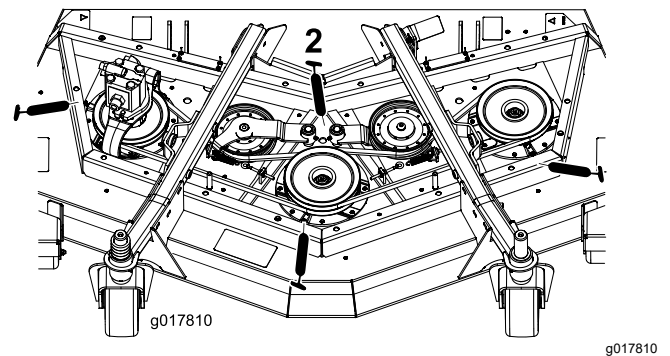

Figura 45
- Cojinetes de eje (3) (situados debajo de la polea) (Figura 45).
- Casquillos del pivote del brazo tensor (2) (Figura 45)